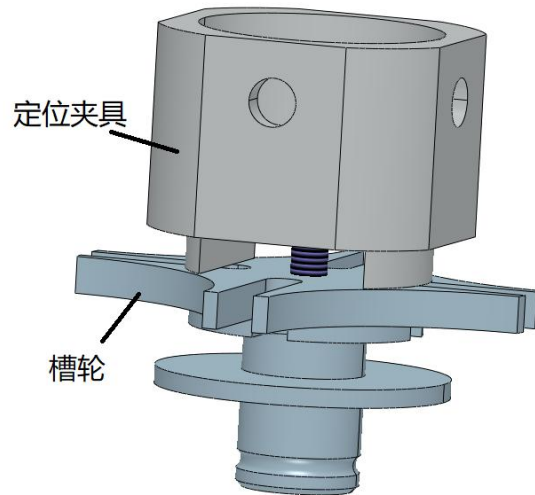

图 16-1 槽轮与定位夹具连接图
完成如图 16-1 所示的槽轮结构优化。
从图 16-1 来分析，槽轮与定位夹具通过螺钉连接，带动一起旋转，螺钉只是起一个连接作用，没有周向定位，定位夹具可以旋转，因此需要优化槽轮，给定位夹具进行周向定位。
(1) 通过分析图 16-1 中连接处，定位夹具底部有方槽，可以在槽轮上表面加个凸台，与定位夹具底部的方槽配合，就能对定位夹具周向定位。